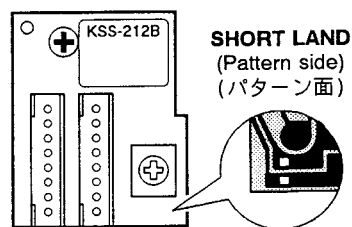

Fig. 3-2
- LD terminals are factory-strapped before shipment to protect LD from electrostatic discharges during transportation. (Fig. 3-2) After connector insertion, unstrap the LD terminal with a soldering iron. The temperature of the soldering iron tip must be 320°C or below (30W) and the unstrapping should be performed quickly.
- LD の端子は、出荷時に輸送による静電破壊防止のためショートされています。(Fig. 3-2) ショート部の解放はコネクターを差し込んだ後、半田ゴテで行なってください。半田ゴテは、コテ先温度が320°C以下(30W)のものを使用し、すみやかに行ってください。